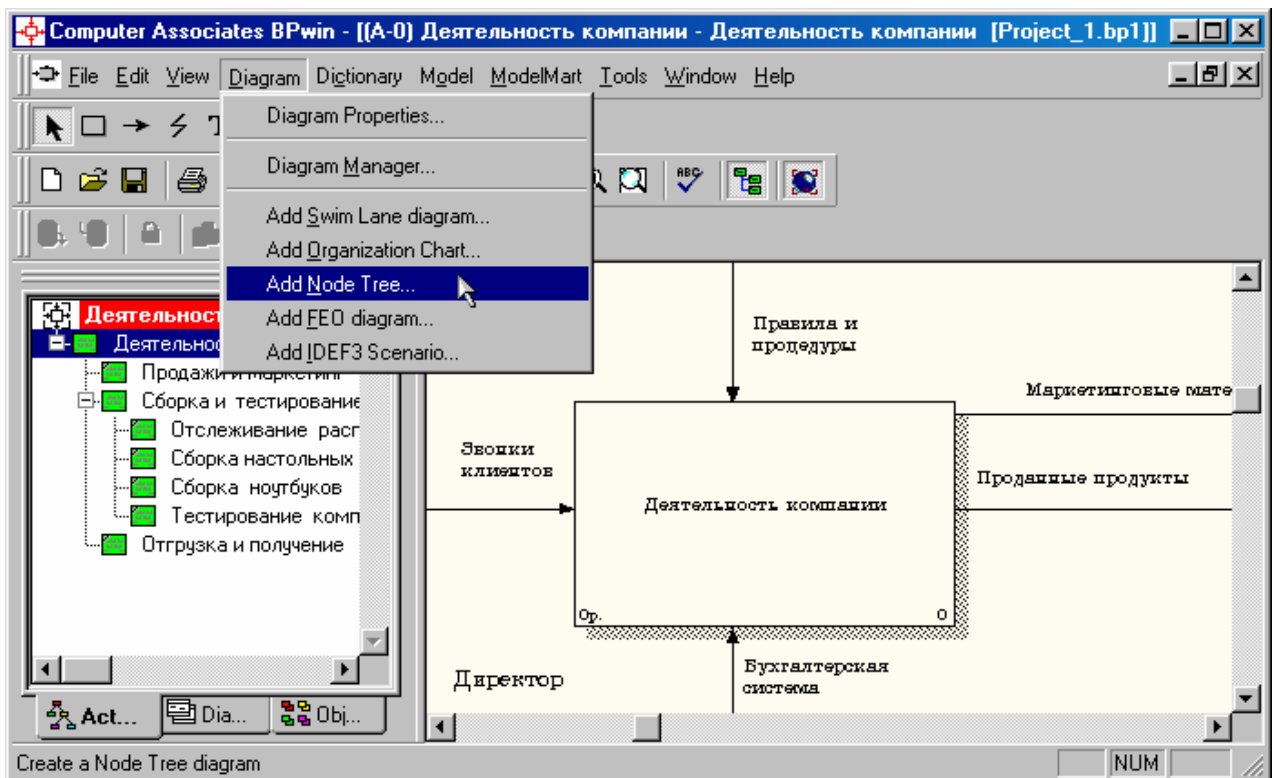

Рисунок 5.1 – Пункт главного меню *Diagram/Add Node Tree*
1. Выберите пункт главного меню *Diagram/Add Node Tree* (рисунок 5.1).